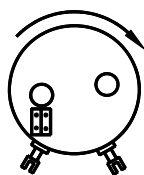

Abb.5
-Jumper "horizontal" platziert für Drehsinn im Uhrzeigersinn. (Abb.5)